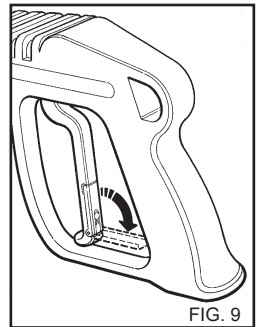

FIG. 9
- Cuando no utilice la hidrolimpiadora, cierre el dispositivo de seguridad de la empuñadura (fig. 9).